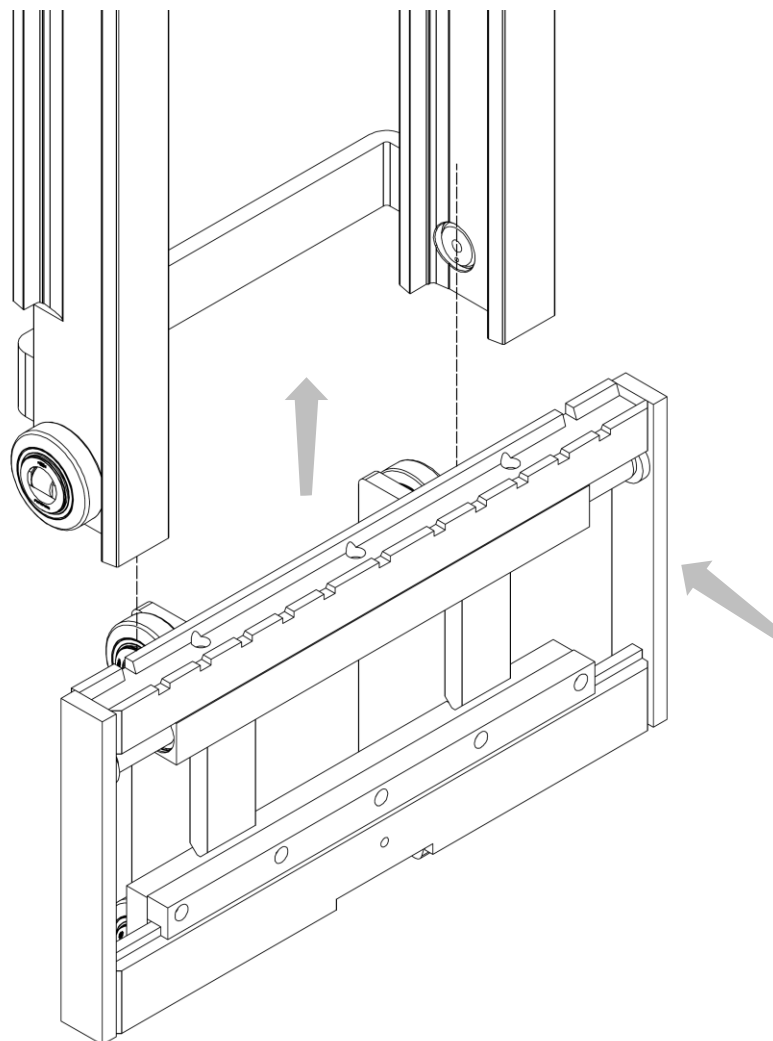

Figura 8
15. Installare l'attrezzatura nel montante infilando i rulli nelle apposite guide di scorrimento e fissare le catene nei fori delle spalle secondo le modalità previste dal costruttore del montante (vedi *Figura 8*)